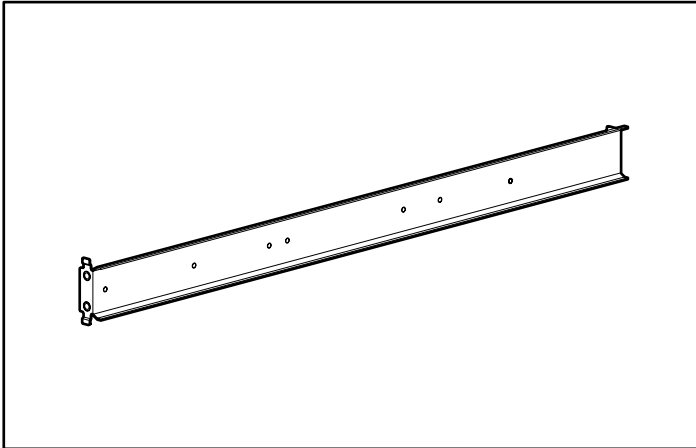
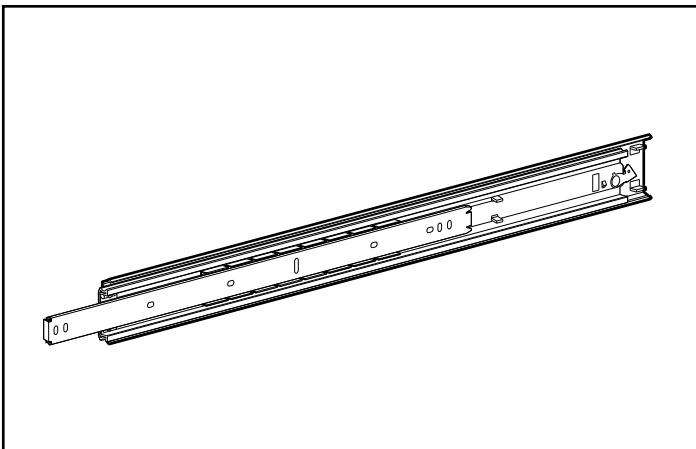

Figure 3-1 : Support de montage
Figure 3-2 : Ensemble de glissières (rail de fixation extérieur et rail de composant interne)
- Une paire de glissières 22 pouces, composées chacune d'un rail de fixation et d'un rail de composant. Les rails de fixation doivent être fixés aux supports de montage en rack (voir la figure 3-1), et les rails de composant au châssis (voir la figure 3-2).